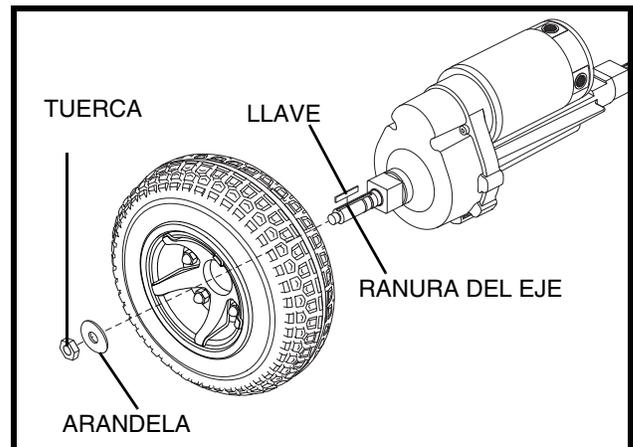

Figura 19. Extracción de la rueda motriz
4. Retire la tuerca y arandela de la rueda motriz del eje. Ver figura 19.
9. Coloque la rueda en su eje. Asegúrese de que la llave esté en la ranura del eje. Ver figura 19.